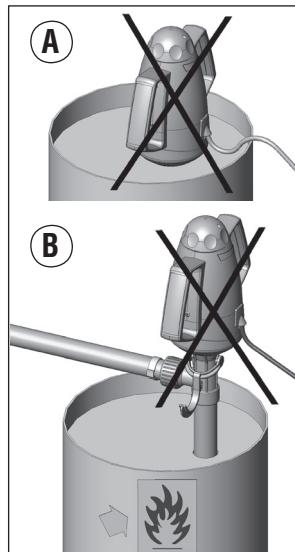

Fig. 3
De in de motor ingebouwde stroombegrenzingsschakelaar schakelt de pomp bij overbelasting uit. Draai in dit geval de draaiknop terug naar positie "0" (**zie fig.3, – pos.3**). Na afkoeling kan de pomp weer ingeschakeld worden.